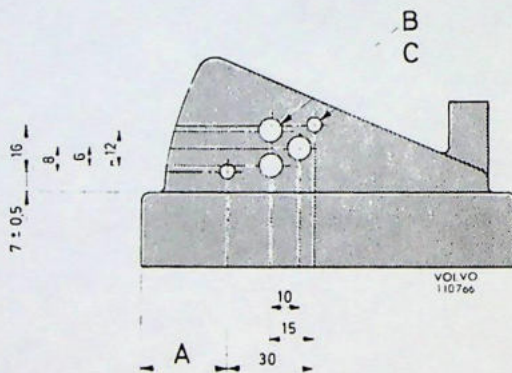

Fig. 7. Te boren gaten in de onderbak van het luchtfilter.
1. Schroef de onderbak van het luchtfilter van de karburateurs af. Boor drie gaten van 6,5 mm. en twee van 3,5 mm. in de zijwand van de onderbak, zie Fig. 7. (N.B. Voor de P 1800 bedraagt de afstand A 30 mm.)